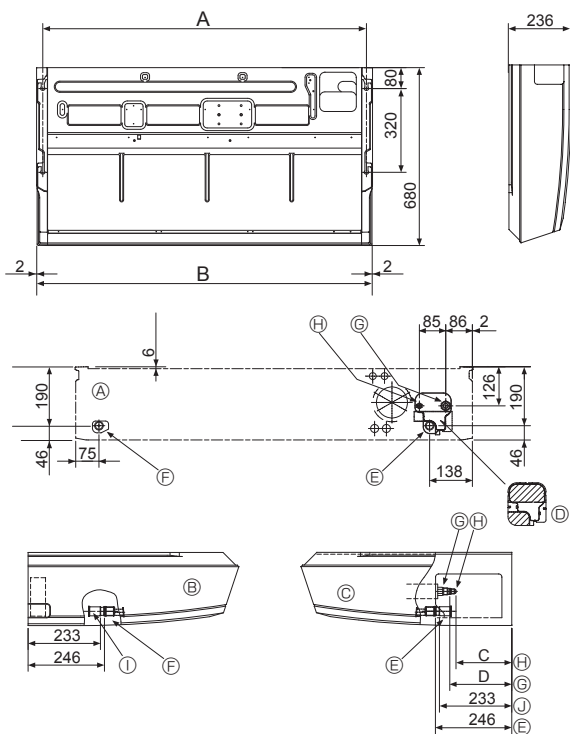

Fig. 3-2
3.2. Forberedelser til montering (Fig. 3-2)